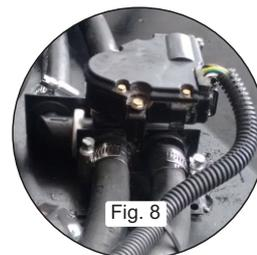

Fig. 8
- B) Controlar que funcione correctamente la válvula reguladora caudal de agua fig.8